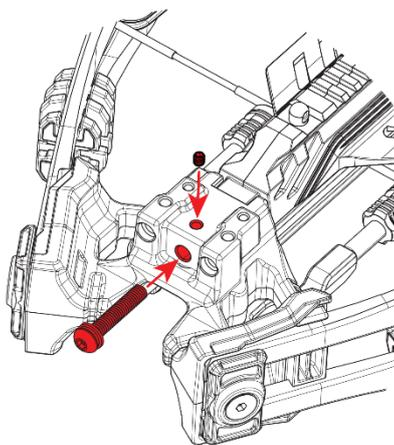

Рис.4
5. Уприте арбалет прикладом в пол, прижмите колодку к корпусу арбалета и только потом затягивайте центральный винт (Рис.4).